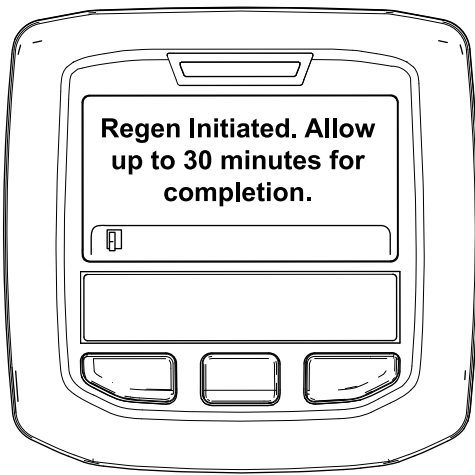

Figura 56
- Se la rigenerazione è consentita, nell'InfoCenter viene visualizzato il messaggio "Regen Initiated. Allow up to 30 minutes for completion" (Rigen. iniziata. Attendere fino a 30 minuti per il completamento), attendete il completamento del processo di rigenerazione parcheggiata da parte della macchina (Figura 56).